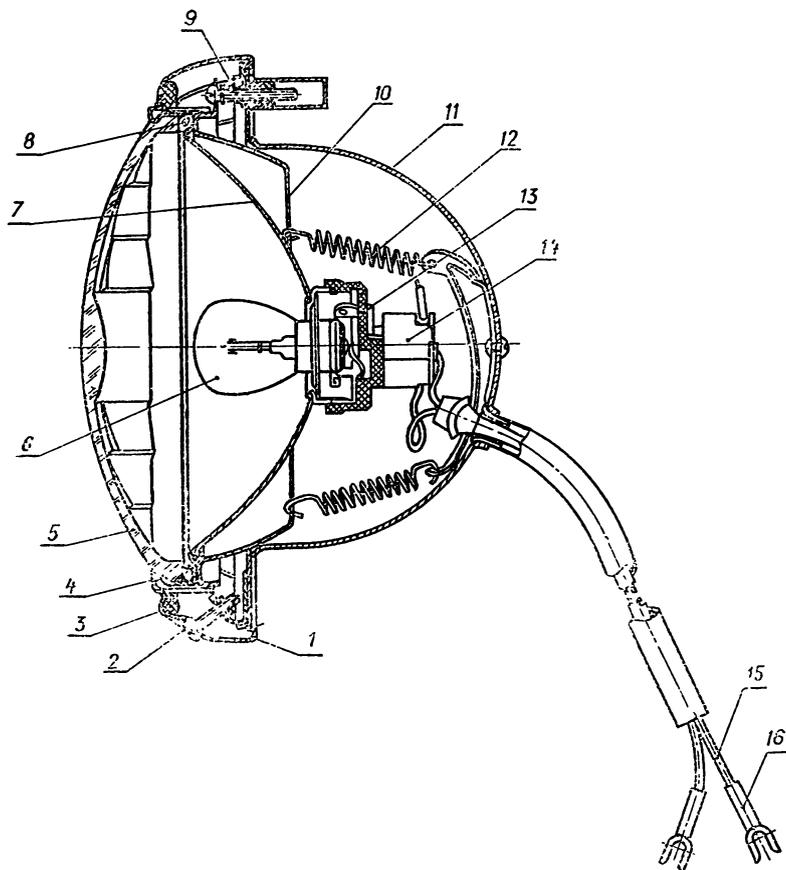
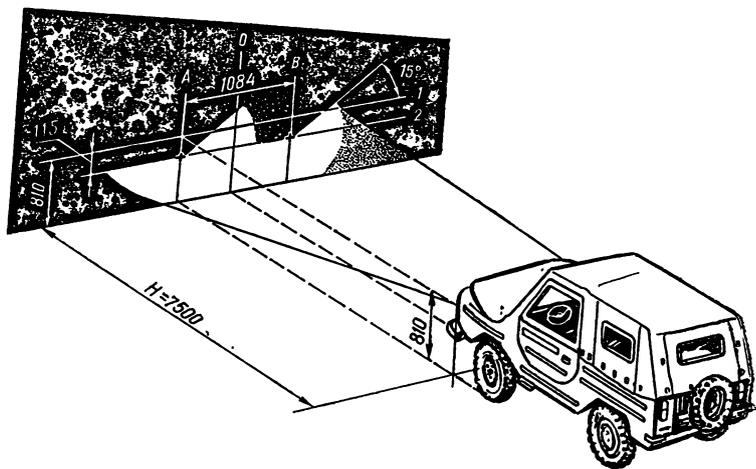

Рис. 35. Фара:
Рис. 36. Регулировка света фар
В фары (рис. 35) вмонтирован полуразборный герметизированный оптический элемент, состоящий из отражателя, стекла рассеивателя и фланцевой двухнитевой лампы.
1. Поставить снаряженный автомобиль с водителем на ровном месте против экрана, расположенного на расстоянии 7,5 м от автомобиля (рис. 36).
2. Включить ближний свет и вращением двух (на каждой фаре) регулировочных винтов 9 (см. рис. 35), расположенных под углом 90° , установить оптические элементы так, чтобы граница между освещенным и неосвещенным участками проходила по линии 2 (см. рис. 36), а наклонные отрезки выходили из точек пересечения линий А и В с линией 2, отмеченных на рисунке знаком «+». Каждая фара регулируется самостоятельно, причем свет от другой фары не должен освещать экран.